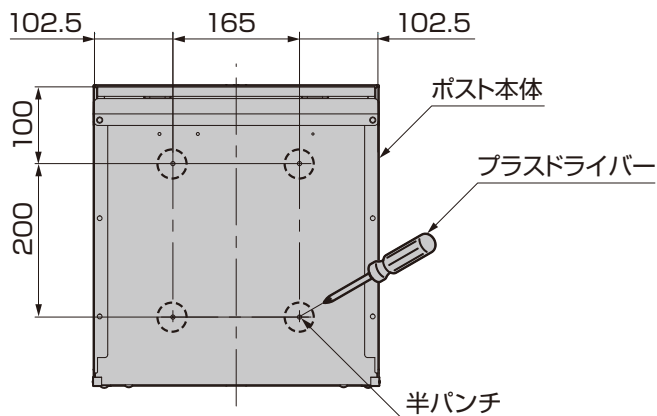

図3-1
- ① ポスト本体の背面4ヶ所の半パンチにプラスチックドライバーをあてハンマーなどでたたいて、穴をあけてください。(図3-1参照)